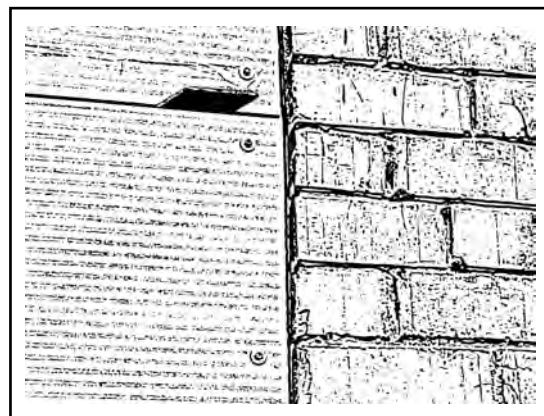

Рис. 6
- 5.6. Монтажный зазор между торцами панелей, между панелями и кровлей, цоколем, примыкающими стенами и т.п. должен быть 20-30 мм (рис. 6).
- 5.7. Зазор в замковом соединении между панелями 1-1,5 мм необходимо задавать с помощью дистанционных прокладок, вставляемых по краям панели в замок при установке (рис. 6). Оказывать чрезмерное давление при стыковке панелей запрещено, между панелями должен быть гарантированный зазор, во избежание выпучивания металлического листа в замковом соединении.